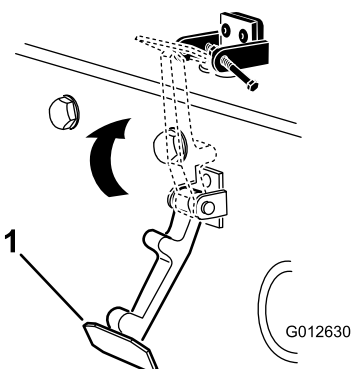

Figura 9
6. Agganciate il fermo sulla relativa staffa (Figura 9).